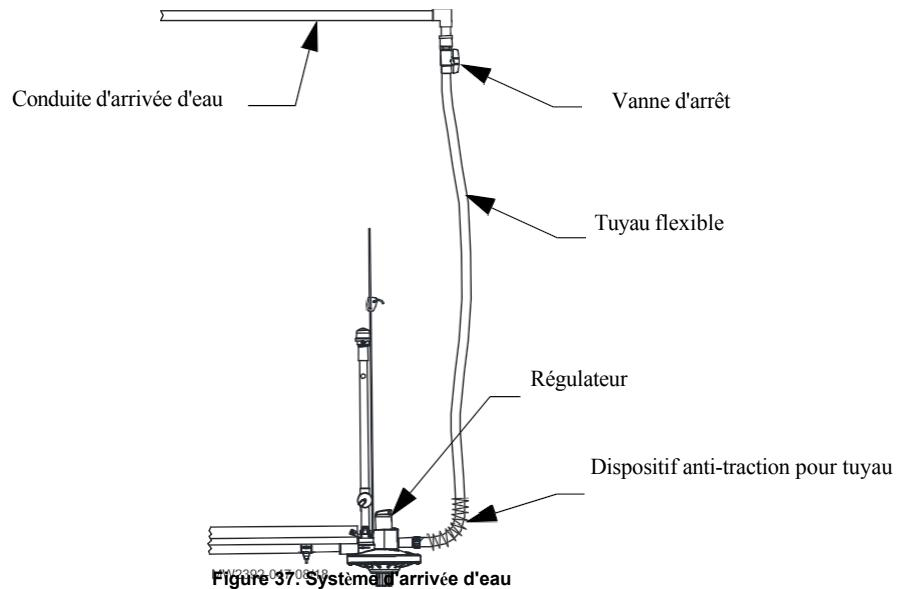

Figure 37. Système d'arrivée d'eau
1. Installez les robinets d'arrêt d'eau au plafond. N'installez pas les robinets d'arrêt au niveau du régulateur. L'installation des robinets d'arrêt au niveau du régulateur ajoute trop de poids à l'emplacement du régulateur. **Voir la figure 37 ci-dessous.**